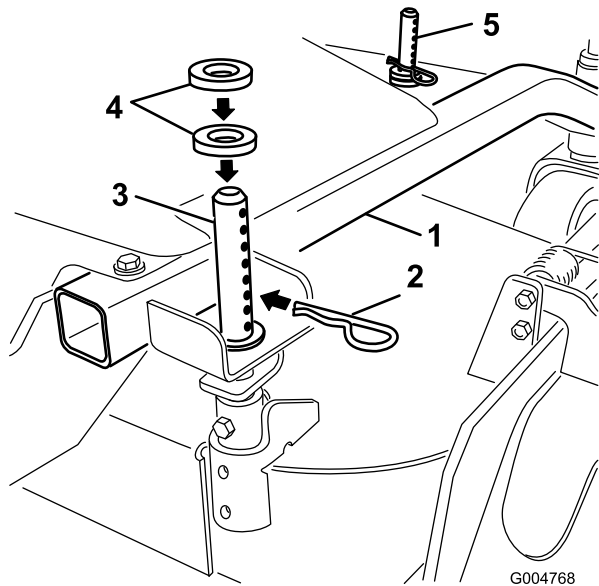

Figure 12
- Choisissez le trou et le nombre d'entretoises correspondant à la hauteur de coupe voulue (Figure 12).
- À l'aide de la poignée, soulevez le côté du plateau de coupe et enlevez la goupille fendue (Figure 12).
- Ajoutez ou enlevez des entretoises selon les besoins, alignez les trous et insérez les goupilles fendues (Figure 12).